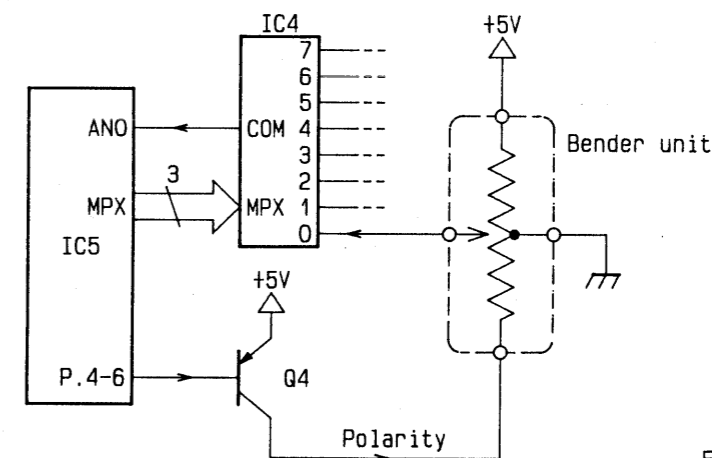

Fig.11
• The Bender unit is a type of rheostat and output voltage is taken from the moveable terminals. Voltage of +5V is on the positive terminal and polarity voltage through Q4 (on the MB) by IC5 is on the negative terminal. The fixed terminal of resistance mid point is connected to the ground. The output of the bender is multiplexed by IC4 (on the MB), then read in by IC5.(See Fig.11.)
• ベンダー・ユニットは一種の可変抵抗器であり、可動端子から出力が取り出されます。+端子には+5V電圧がかけられ、-端子にはIC5よりQ4 (on MB) を通じてPolarity電圧が加えられます。また、抵抗体中点の固定端子はGNDに接続されています。ベンダーの出力はIC4 (on MB) でマルチプレクスされ、IC5に読み込まれます。(Fig.11)